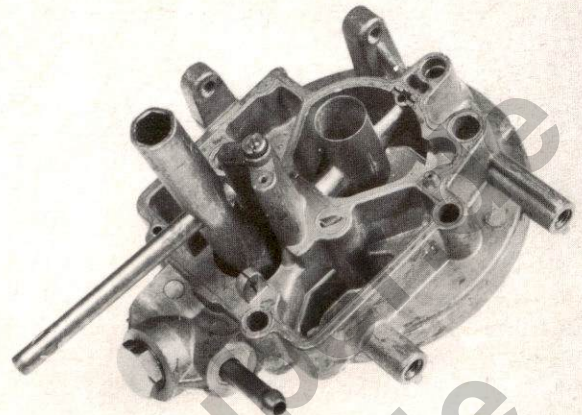

Abb. 17
- Schwimmernadelventilkörper mittels 10 mm Steckschlüssel ausschrauben und Aludichtung herausnehmen (Abb. 17).